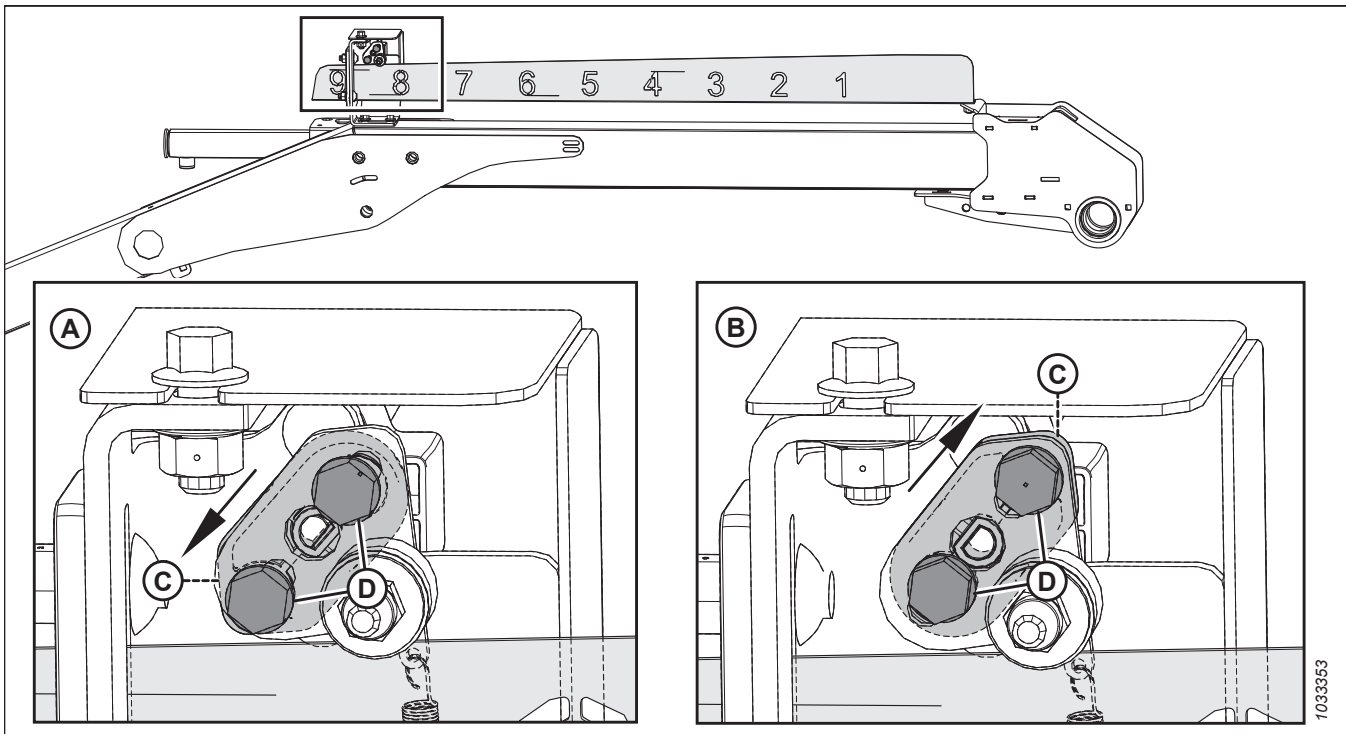

Рисунок 3.361: Конфігурації важеля датчика
3. Перевірте орієнтацію важеля датчика (C) і кріплення (D). Перевірте правильність конфігурації важеля датчика для своєї машини. Для цього див. рис. 3.361, стор. 244.